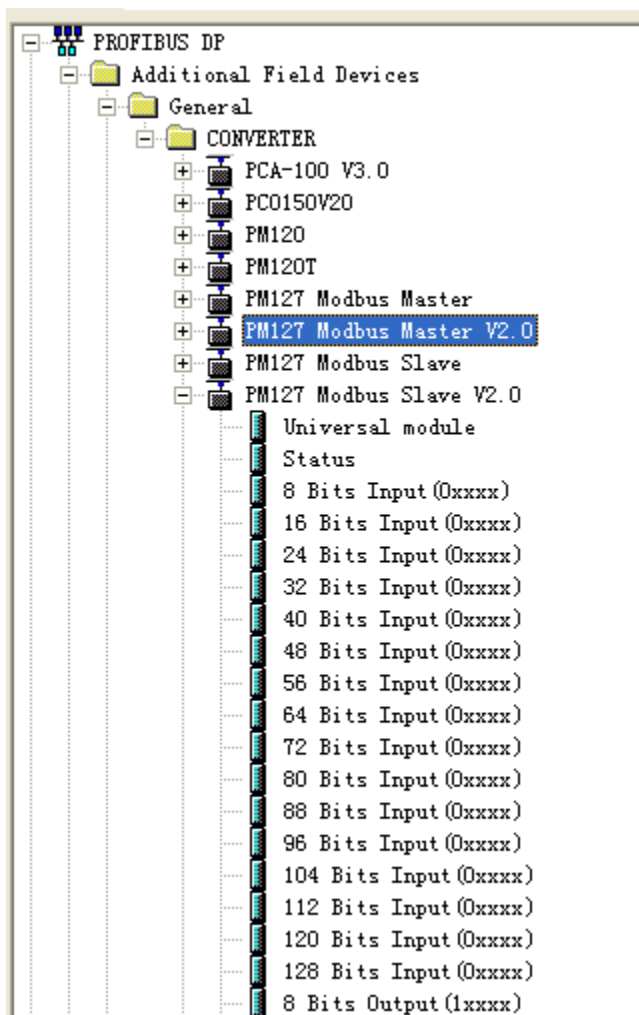

图 8
- 在菜单栏中选择 Options->Update Catalog, 在 Device 目录中更新所注册的设备, 您可以在右侧窗口 /Profibus DP/Additional Field Devices/Converter/找到您注册的设备, 如图 8 所示: